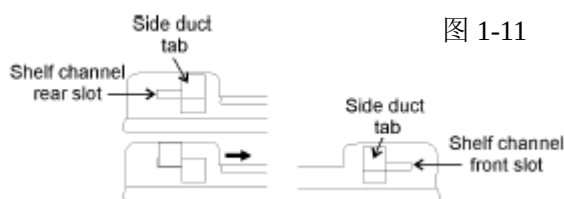

图 1-11
2. 参照图1-11， 注意隔板有左右槽的区别。
3.将管道的后槽放置在侧面导管合适的标签后，安装支架管道。向前拉动支架管道并将管道前槽接入侧面导管合适的标签前。参阅图1-11